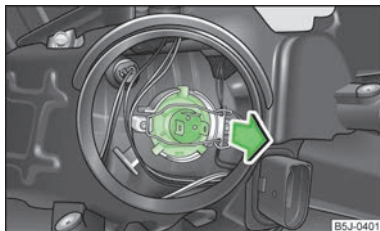

Fig. 147
- ▶ Trageți conectorul de pe bec, deblocați etrierul de siguranță și extrageți becul » fig. 147.